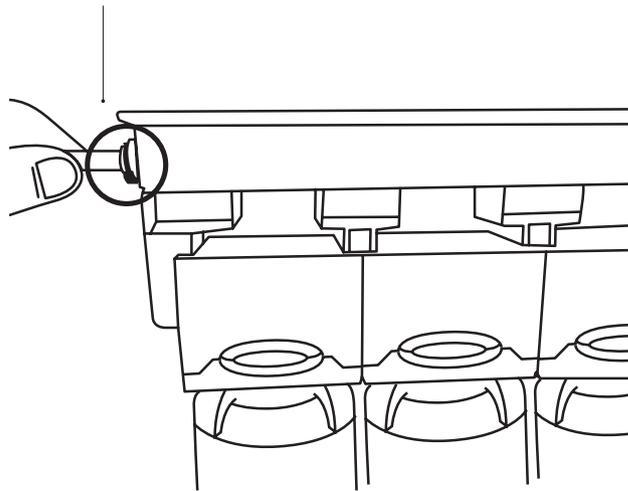

Figura 16.
7. Conecta un Codo a la salida del Purificador e inserta en él, el tramo de manguera recién cortada, (ver Figura 16).